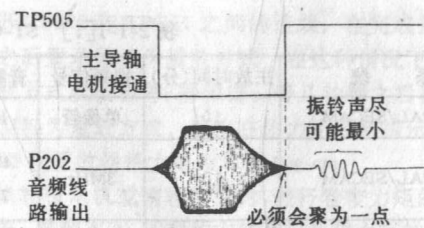

图 2-1-8
- 调节 R555 使在 TP505 主导轴电机接通控制脉冲上升沿的位置处音频信号的幅度降为零,使振铃降到最小,见图 2-1-8,2-1-9,2-1-10,2-1-11。